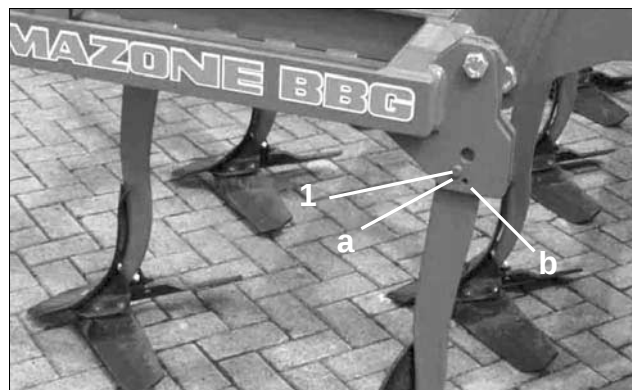

Fig. 14
- Desserrez le boulon de cisaillement sur la pièce de fixation de la dent. (Fig. 14/1).